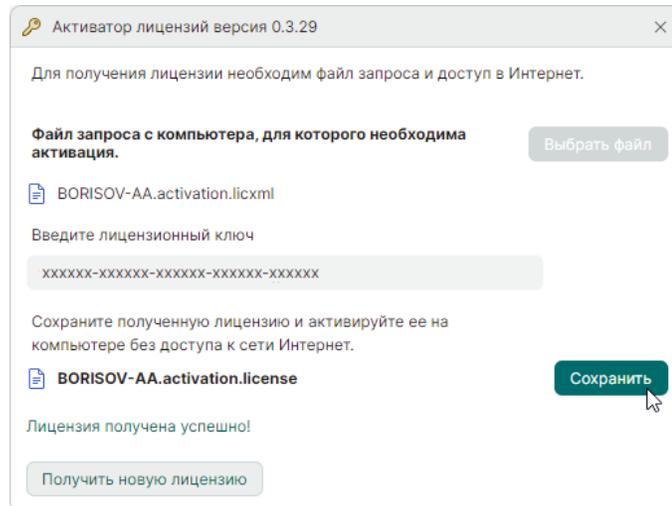

Рис. 22 Сохранение полученной лицензии
6. Для сохранения полученной лицензии нажмите «Сохранить», см. Рис. 22.